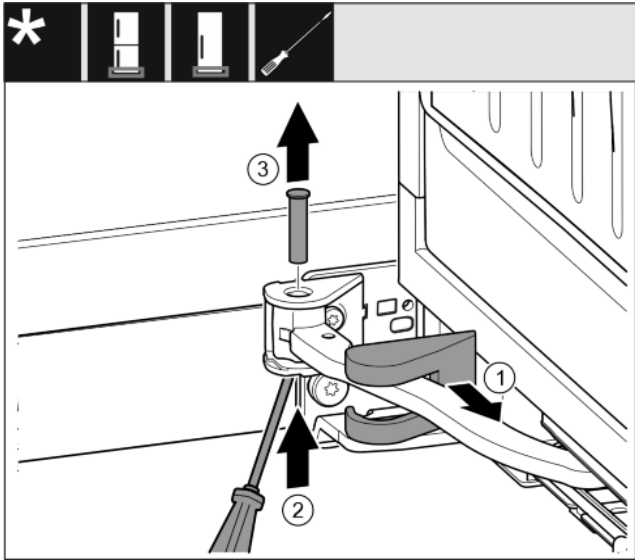

Fig. 12
- ▶ Снимите крышку опорного кронштейна и переместите вдоль шарнира. Fig. 12 (1)
- ▶ Рукой или отверткой приподнимите палец снизу. Fig. 12 (2)
- ▶ Вставьте отвертку под головку пальца и извлеките его. Fig. 12 (3)